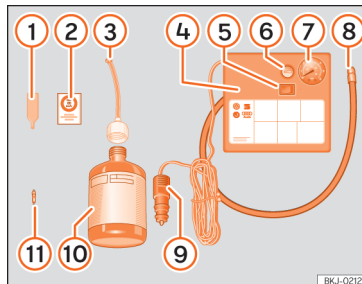

Fig. 194 Representação standard: conteúdo do kit antifuros.
O kit antifuros está localizado na bagageira, por baixo do revestimento do piso. Inclui os seguintes componentes >>> **Fig. 194:**
- Desenrosque a proteção e o obus da válvula do pneu. Utilize o aparelho >>> **Fig. 194 1** para retirar o obus. Coloque-o numa superfície limpa.
- Agite com força a garrafa de vedante de pneus >>> **Fig. 194 10**.
- Enrosque o tubo de enchimento >>> Fig. 194 ③ na garrafa de vedante. O selo da garrafa partir-se-á automaticamente.
- Remova o tampão do tubo de enchimento >>> Fig. 194 ③ e enrosque a extremidade aberta do tubo na válvula do pneu.
- Volte a colocar o obus com o aparelho >>> Fig. 194 ① na válvula do pneu.
- Enrosque o tubo de enchimento do pneu do compressor >>> Fig. 194 ⑧ na válvula do pneu.
- Verifique se o parafuso de evacuação de ar está fechado >>> Fig. 194 ⑥.
- Ligue o conector >>> Fig. 194 ⑨ a uma tomada de corrente de 12 volts do veículo >>> Página 186.
- Ligue o compressor de ar com o interruptor ON/OFF >>> Fig. 194 ⑤.
- Cole o autocolante >>> Fig. 194 ② no painel de instrumentos, dentro do campo visual do condutor.
Volte a enrosque o tubo de enchimento >>> Fig. 194 ⑧ e verifique a pressão no manómetro ⑦.